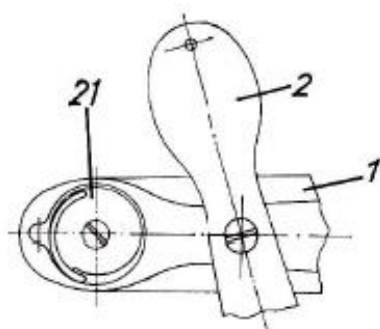

Fig. 4
6. Монтаж рукава машины (рис. 4):